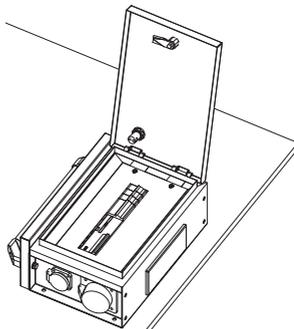

Рисунок 8
2.9 Поднести к крыше ручку щитка и вернуть болты в гайки М8, предварительно установленные в ручку (смотри 2.8, рисунок 8).